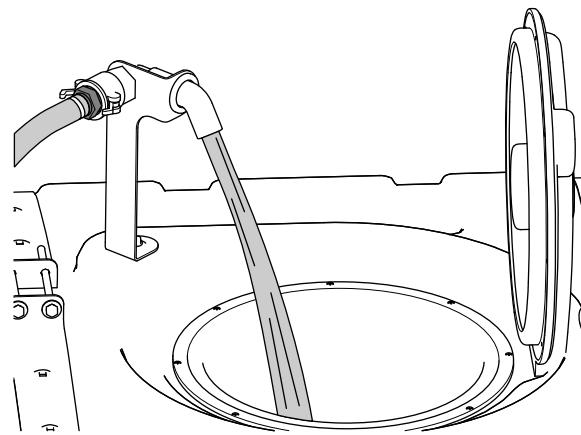

図 24
5. 所定量の  $\frac{3}{4}$  の水を液剤タンクに入れる図 24。